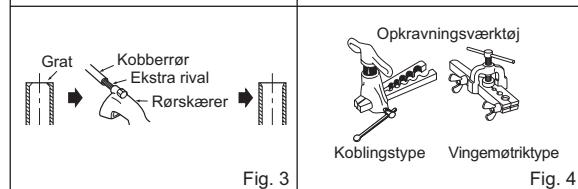

Fig. 3
- 2) Fjern alle grater helt fra tværsnittet af røret. (Fig. 3)